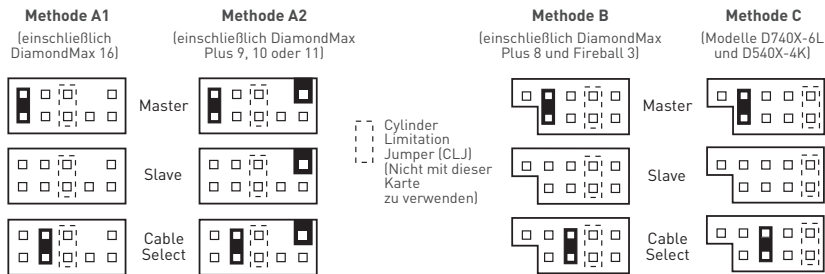

ABBILDUNG 7
1. Setzen Sie die Jumper der Ultra ATA-Festplatte auf die Cable Select-Einstellung. Werden zwei Ultra ATA-Festplatten angeschlossen, sollten beide als Cable Select (CS) konfiguriert sein. Für weitere Informationen zur Jumperkonfiguration sehen Sie sich bitte die Abbildung auf dem Festplattenetikett an, lesen Sie im Handbuch nach oder wenden Sie sich an den Hersteller. Jumpereinstellungen für die am häufigsten genutzten Maxtor-Modelle sind in Abbildung 7 dargestellt.